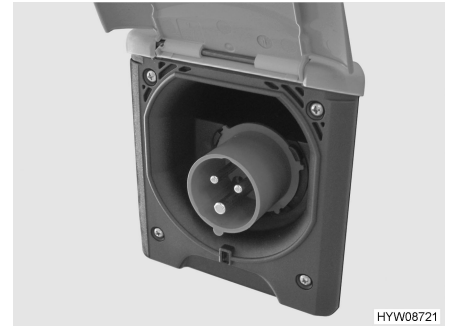

Bild 48 230 V-anslutning i fordonet
- Öppna höljet på 230 V-anslutningen i fordonet (Bild 48) och stick in stickkopplingen. Kontrollera så att låsklacken i den fjäderspända klapplocket är ikopplad.